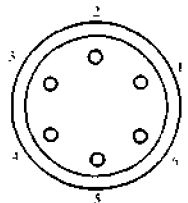

图 4-138 被测管底视图
此外, 也可用万用表电阻挡来检测判别差分对管的电极。如图 4-138 所示, 这是一只型号不明的差分对管引脚的底视图。现将六个引脚分别编号为①、②、③、④、⑤、⑥。检测时, 将万用表置于  $R \times 100$  挡, 先用任一表笔固定接在任一脚上, 然后用另一支表笔依次去接触其他引脚, 按照此法轮换将各引脚间的电阻均普测一遍, 最后得到如表 4-47 所列的测试结果数据。根据测试数据可判定: 被测管是一只 PNP 型差分对管。  $VT_1$  的三个电极分别是: ②为  $b_1$ , ①为  $e_1$ , ③为  $c_1$ ;  $VT_2$  的三个电极分别是: ⑤为  $b_2$ , ⑥为  $e_2$ , ④为  $c_2$ 。